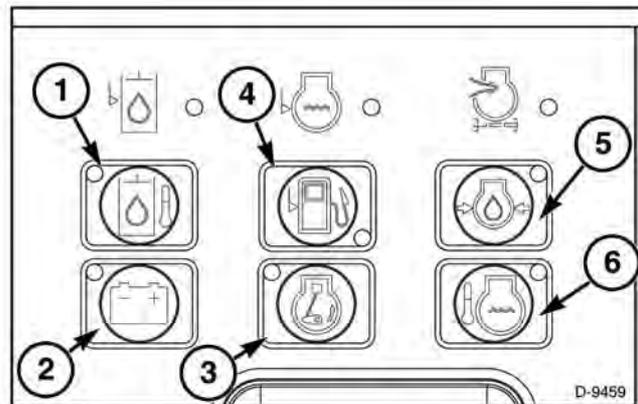

FIG. 45
FIG. 45: Temperatura de aceite hidráulico (1), indica la temperatura actual del aceite hidráulico. Si la temperatura es menor que 21° C la pantalla de cristal líquido indicará el mensaje BAJO.